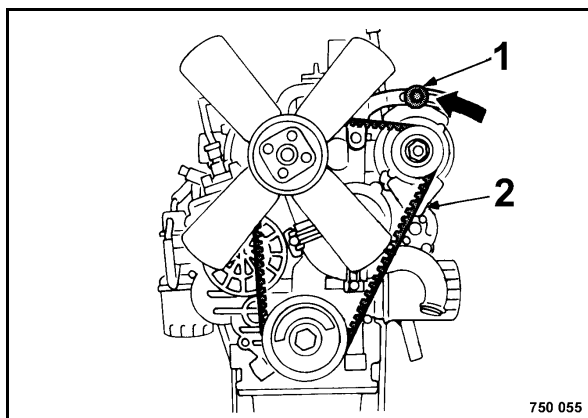

Рис. 100
- Слегка ослабить крепежные винты (1) и (2) (Рис. 100).